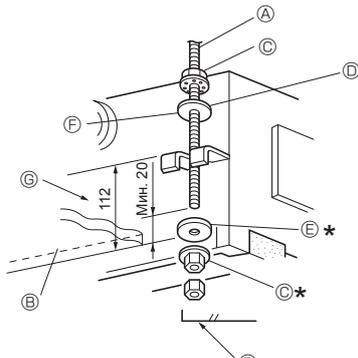

Рис. 2-7
1. Заранее насадите шайбы ① ② (входят в комплект) и соответствующие гайки (приобретаются на месте) на подвесной болт. (Рис. 2-7)